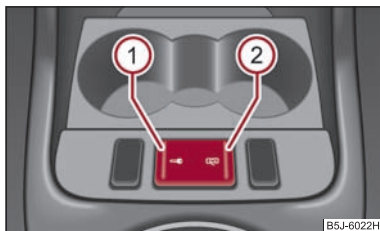

Fig. 27 Touche du verrouillage centralisé
- Appuyez sur la touche **(1)** ⇒ fig. 27. Le symbole s'allume dans la touche.
- Appuyez sur la touche **(2)** ⇒ fig. 27. Le symbole s'éteint dans la touche.